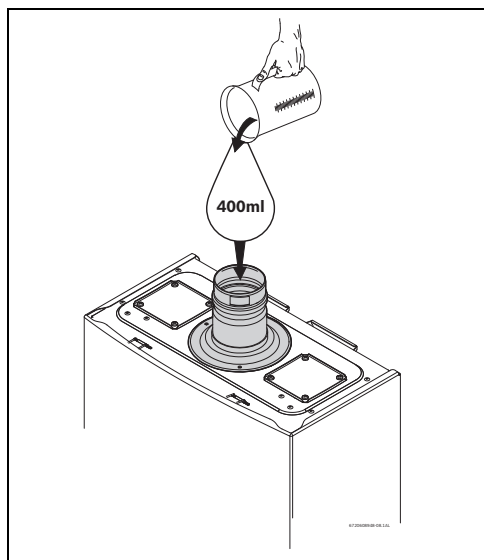

Fig. 28 Llenado del depósito de agua en el primer arranque
- Llenar el depósito de agua condensada con aproximadamente 400 ml. de agua, a través del accesorio de evacuación del aparato, consultar (Fig. 28).